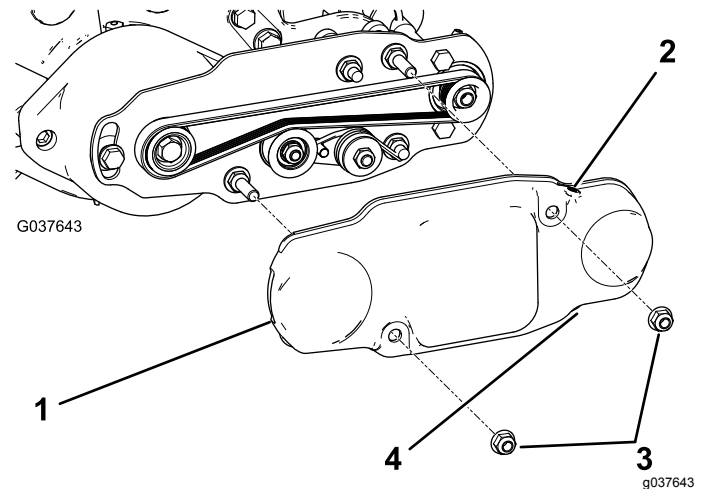

Bild 18
2. Schieben Sie die Riemenabdeckung auf die Befestigungsschrauben und befestigen Sie die Abdeckung mit zwei Bundmutter (**Bild 18**).
3. Stellen Sie sicher, dass die obere Stellschraube eingesetzt ist; entfernen Sie die untere Stellschraube für die Entwässerung und werfen sie weg (**Bild 18**).